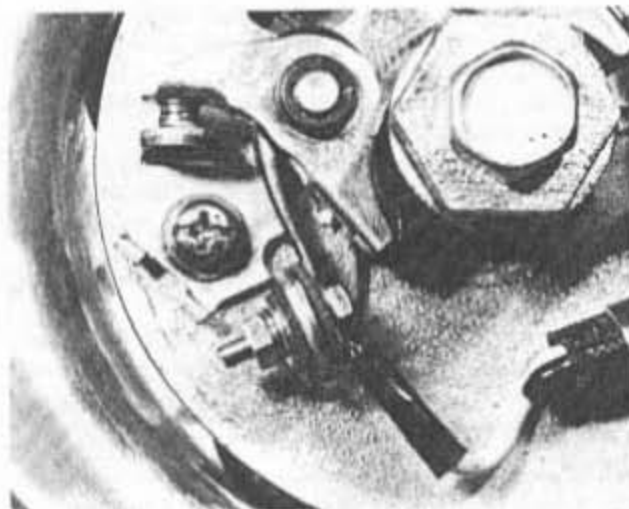

Bild 211
- Um die Kontakte auszubauen, entferne man den Sicherungsring, welcher den beweglichen Kontakt an seinem Lagerzapfen sichert. Anschließend entferne man die Mutter und Schraube, welche das flexible Kabel am Ende der Rückholblattfeder sichern (Bild 211). Man beachte die Lage und Anordnung der verschiedenen Isolationsscheiben, damit sie beim Zusammenbau wieder richtig eingebaut werden. Der bewegliche Kontakt wird vom Lagerzapfen abgehoben.